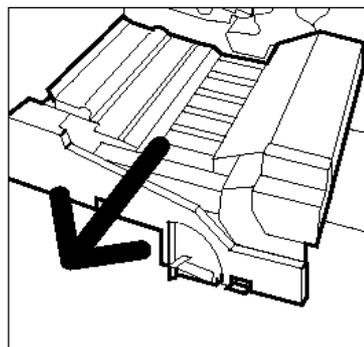

Fig. 35: Estrazione del modulo del percorso carta
- 4** Estrarre con decisione il modulo del percorso carta dalla copiatrice/stampante finché non è completamente aperto, come illustrato in Fig. 35.